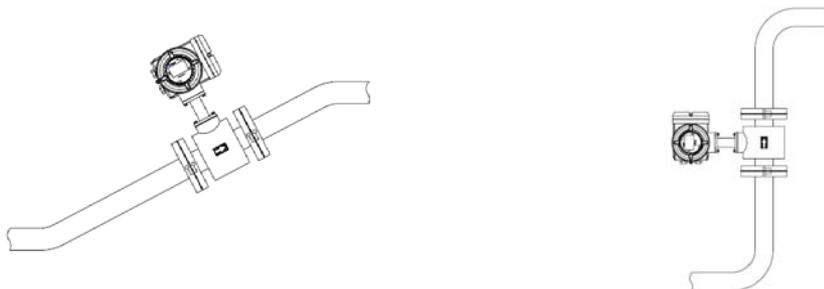

图 8.7
5) 当流量计为倾斜或垂直安装（液固两相流），流向应自下而上，见图 8.7。